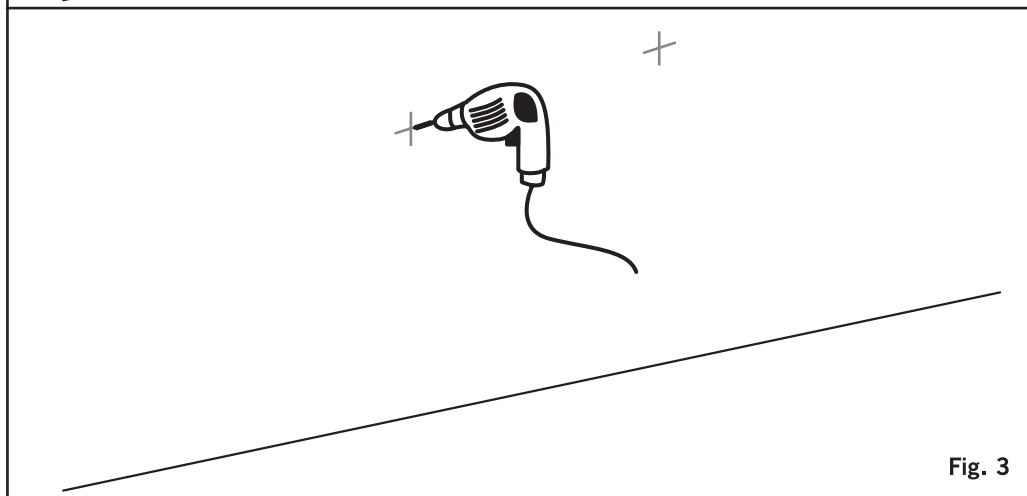

Fig. 3
- Taladrar en las marcas e introducir los tacos (fig 3).